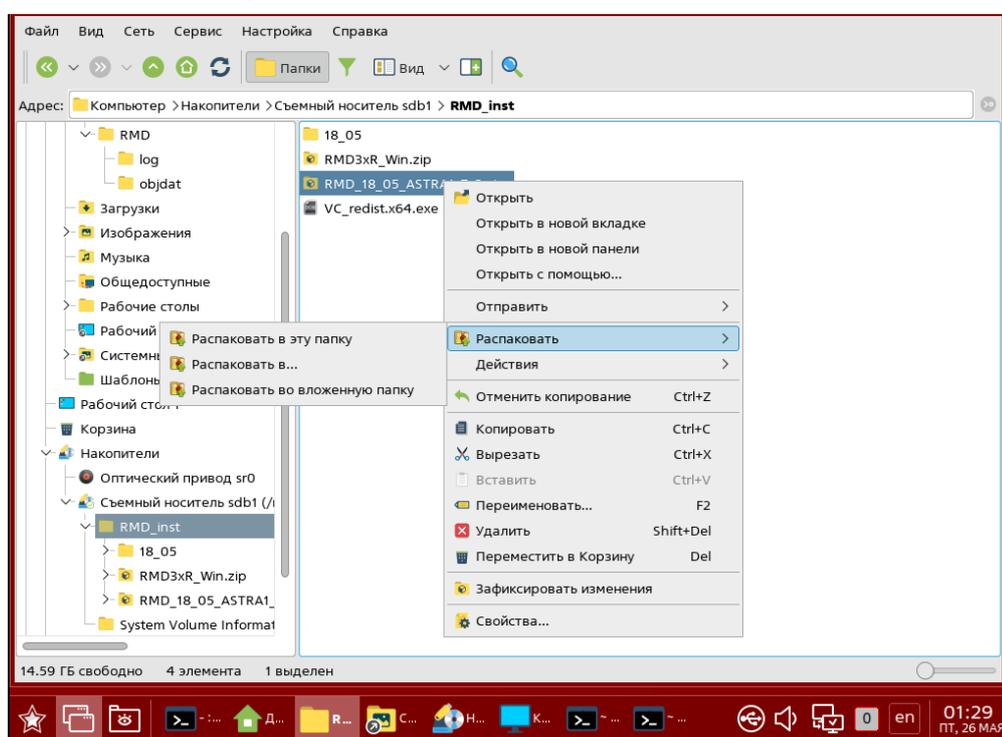

Рисунок 2 – Переход к полученной папке с исполнительным файлом ПО «Релематика МД» и необходимыми библиотеками
- 1) Перейти к полученной архивной папке с исполнительным файлом ПО «Релематика МД» и драйверами (рисунок 2): *Компьютер > Накопители > Съемный носитель > RMD_install* (в данном случае полученная папка находится на съемном носителе);